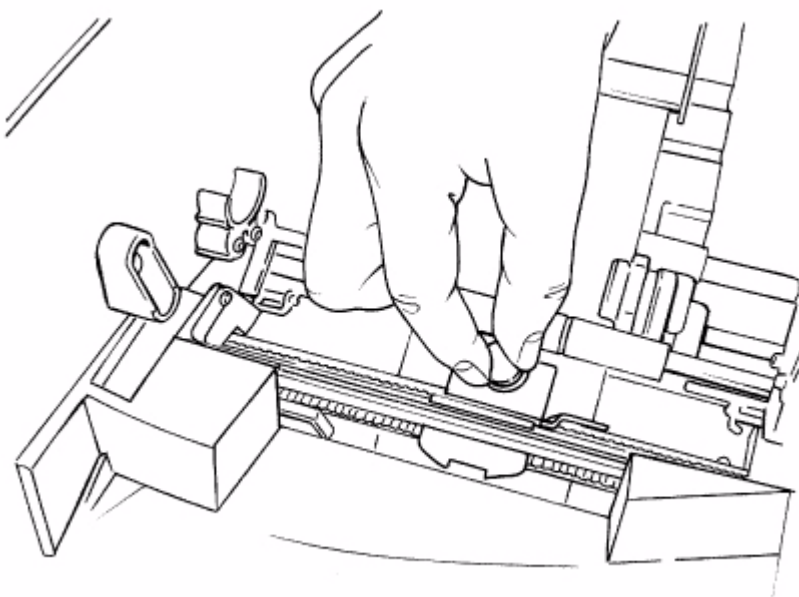

Figura B-1. Extracción del soporte del estilete.
- Paso 3:** Para desacoplar el soporte del estilete, gírelo en el sentido contrario a las agujas del reloj, como se muestra en la Figura B-1.